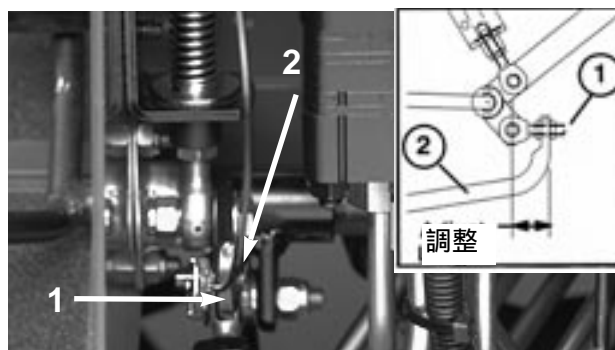

図 60
2. テストポートB (図60) は、前カuttingユニットの油圧回路の故障探究用です。
3. テストポートC (図60) は、後カuttingユニットの油圧回路の故障探究用です。
4. 前への動きを止めたい場合は、ポンプロッドの調整ナットを回してポンプコントロールチューブ(図60)を前へ動かす。後への動きを止めたい場合は、後へ動かす。